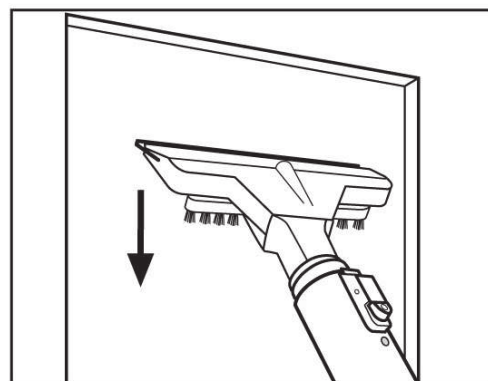

Fig. 12
- Plasser gummibladet på flaten og sug opp eventuelt vann på flaten ved å bevege verktøyet loddrett fra øverst til nederst (**Fig. 12**).